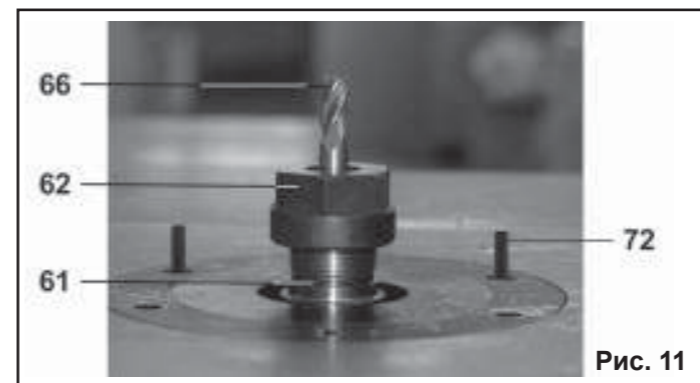

Рис. 11
10.4.2. Для выполнения криволинейного фрезерования используются специальные приспособления – цулаги, упорные кольца и копирующие пальцы. При копировании заготовки по имеющемуся образцу или шаблону во вставку рабочего стола (4) предусмотрена установка двух съёмных копирующих пальцев (72), Рис.11. При этом фреза (66) должна устанавливаться выше копирующих пальцев (72), Рис.11. Заготовку кладут на копир – шаблон, который имеет конфигурацию будущей детали и зажимают. Кромку копира – шаблона обводят по копирующему пальцу (72). Фреза (66) на заготов-